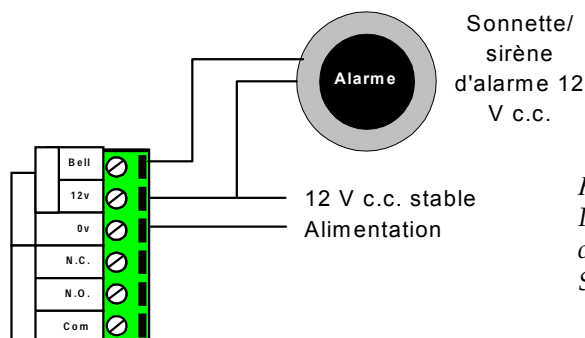

Figure 4.12
** Cette diode est fournie dans le kit de montage et doit être montée dans le sens (polarité) indiqué sur les figures 4.12 et 4.13.